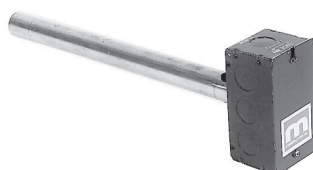

Figure 8. Ensemble capteur et tube de mélange
- a. Pour les unités avec ensemble capteur et tube de mélange (voir Figure 8), enlever le panneau d'accès aux conduits, glissez le tube de mélange dans le conduit et fixez le capteur.